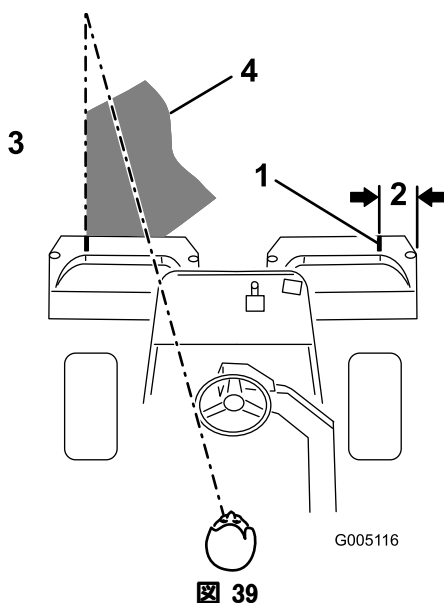

図 39
3. 行きと帰りでのオーバーラップができるだけ小さくなるように運転します。グリーン内をぶれずにきれいに直進し、刈り込みの済んだ列との距離を一定に保って走るためには、車体前方 1.8 から 3 m のところに視線を置いて、刈り込み済みの済んでいる列にラインを合わせるようにするのがコツです (図 39)。ハンドルを目印にして距離を合わせても良いでしょう。その場合、ハンドルの縁と本機前方の目標ラインとを重ねて見ながら運転します (図 39)。